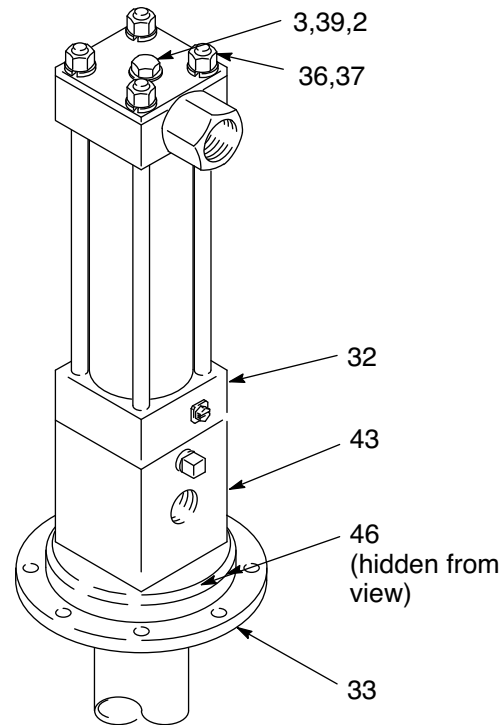

Рис. 8
1. Зажмите переходник (43) в тисках. Извлеките из основания (33) четыре винта с головкой под ключ (46). Снимите нижнюю крышку (32) с переходника. См. Рис. 8. В случае необходимости произведите замену уплотнений, как описано в разделе Ремонт на стр. 12.
2. Открутите винт с головкой под ключ (3), гайки (36) и удалите стопорные шайбы (37), расположенные в верхней части поршневого компрессора (Рис. 8).